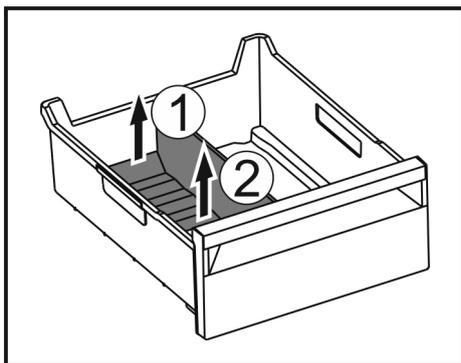

Fig. 144
- Soulever la partie arrière du séparateur de congélateur. Fig. 144 (1)
- Retirer le séparateur de congélateur par le haut. Fig. 144 (2)